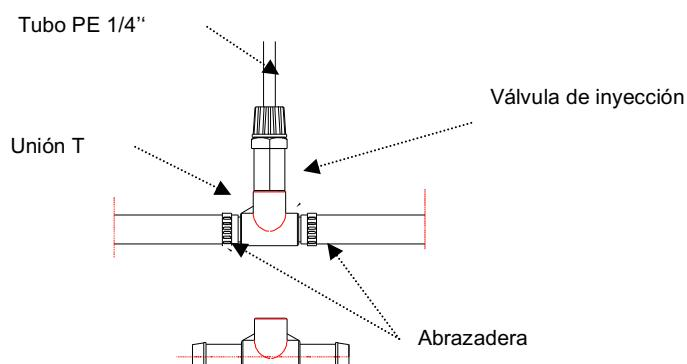

Figura 5
- Montar la válvula de inyección entre la electroválvula de aclarado y el calderín, utilizando la predisposición en el calderín o el empalme "T" a solicitar como accesorio. (Figura 5)